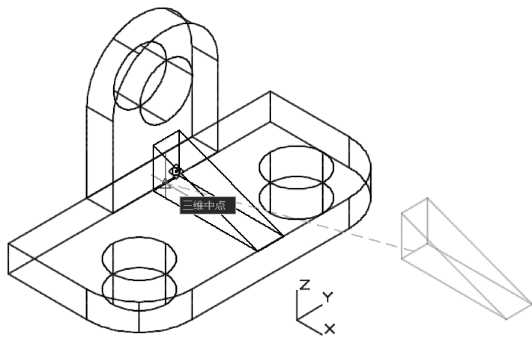

图 14-20 组合加强筋板
3) 组合楔体与底板。选择“修改”面板→“移动”命令，选择楔体后，利用状态栏的“三维捕捉”按钮 ，捕捉到楔体的后底边中点，确定基点后，移动鼠标捕捉到舌形板的底边线框中点，如图 14-20 所示，单击此点完成移动。